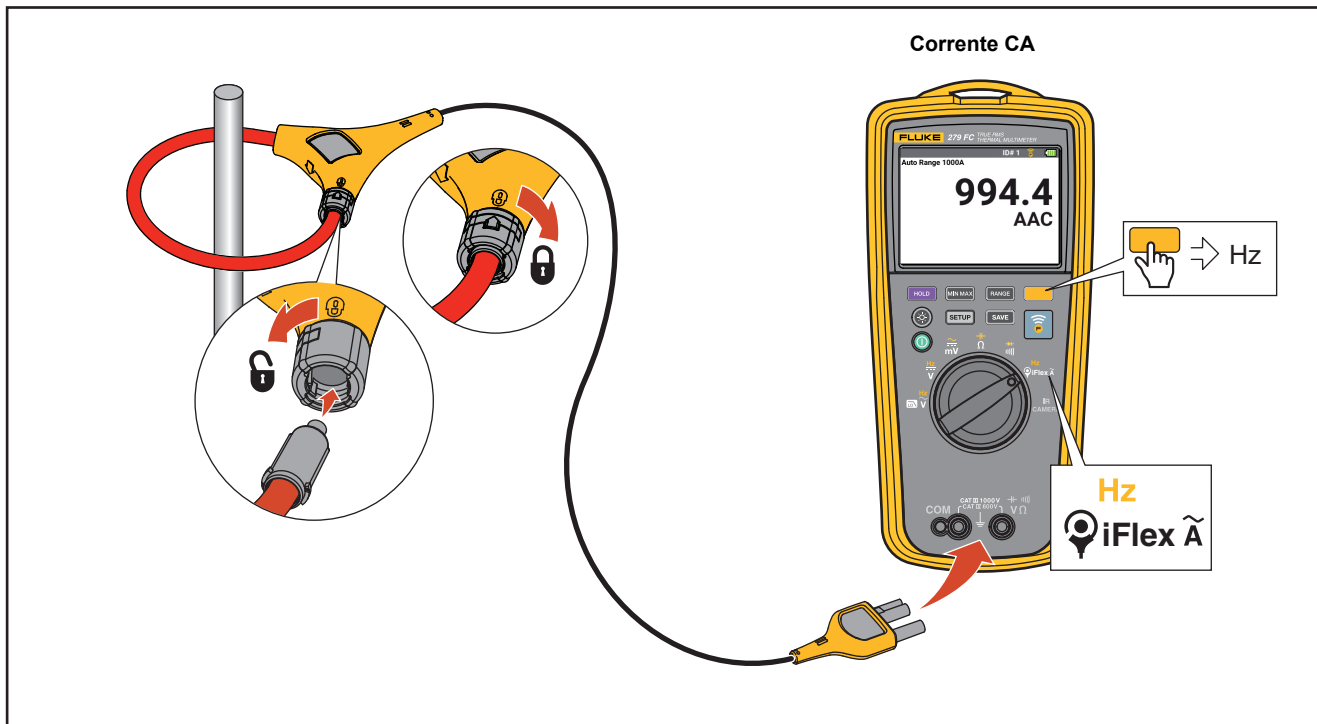

Figura 10. Medições de corrente CA
- Medições de corrente CA. Veja a figura 10.
1. Conecte a sonda de corrente do iFlex na entrada do multímetro. Veja a figura 10.